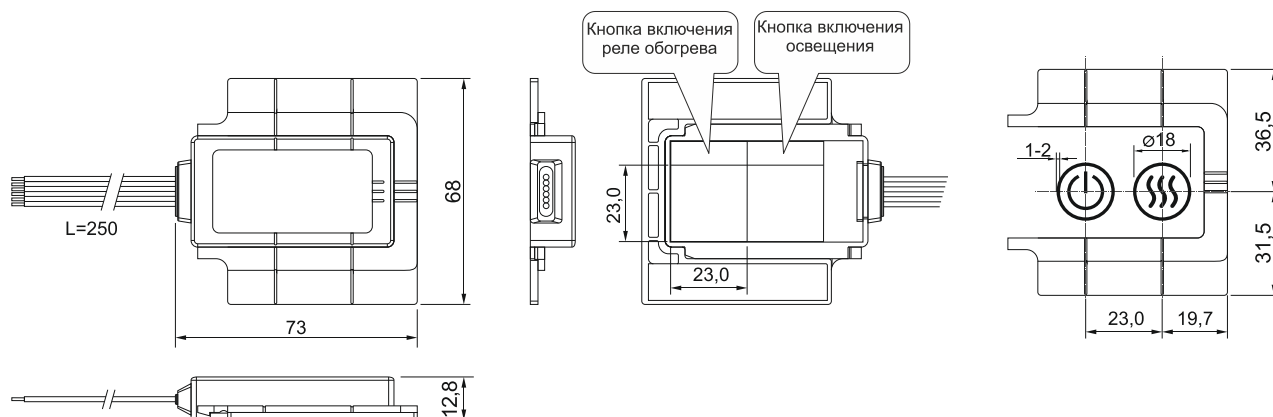

Рис. 1
- Сенсорный выключатель имеет 2 кнопки управления (см. Рис. 1):
- Размеры сенсорного выключателя, назначение кнопок и размеры кнопки указаны на Рис. 1